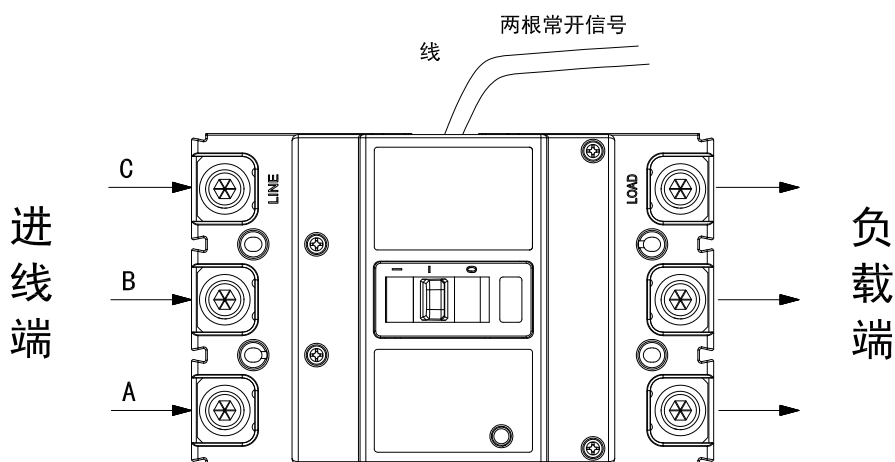

图1
- 双金属片组件和微动开关作为触发装置，为外围报警电路提供常开触点，实现热磁式塑壳断路器的单相检测或三相检测过载报警不脱扣功能(见图1)；